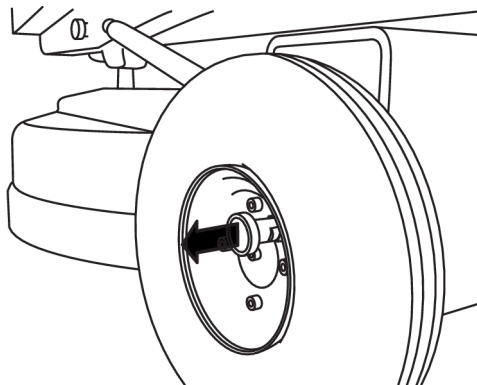

Bild 4-3. Frikoppla hjul
- Frikoppla hjulen genom att dra låssprinten rakt ut, se Bild 4-3, sidan 18.